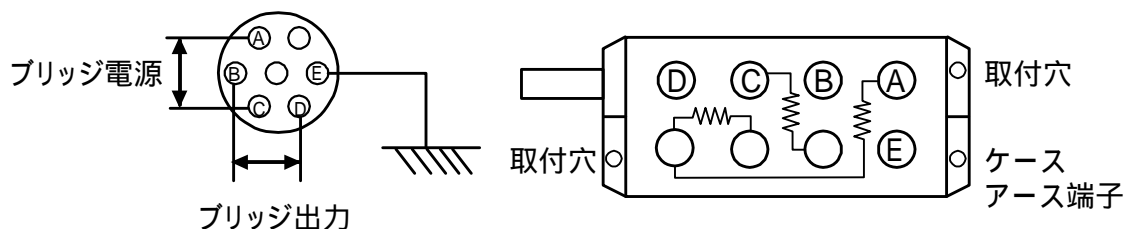

図4-1 ブリッジボックス概観
- B) 固定する場合には図4-1に示す取付穴を利用してビス止めします。